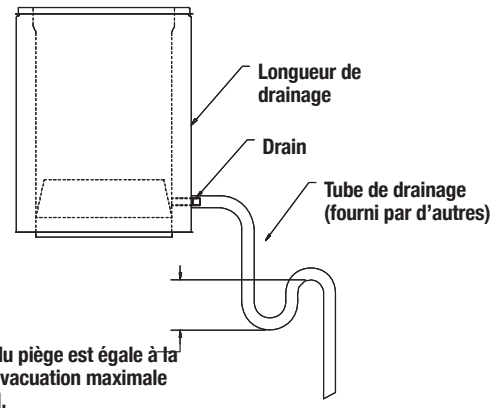

Figure 49 - Longueur de drainage
3. Le tube de drainage doit comprendre un piège à eau d'une hauteur au moins égale à la pression d'exploitation maximale prévue de l'appareil pour éviter que les gaz d'évacuation ne s'échappent par le drain. Voir Figure 49.